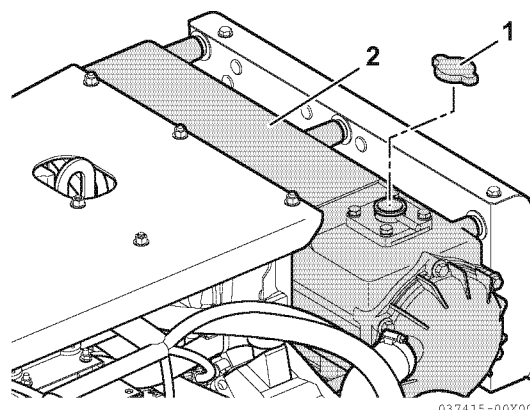

Figura 6
2. Afloje el tapón de llenado (1, **Figura 6**) del depósito de refrigerante para reducir la presión, a continuación, retire el tapón de llenado.
3. Vierta el refrigerante lentamente en el depósito del refrigerante (2, **Figura 6**) para evitar que se formen burbujas de aire. Deténgase cuando el refrigerante rebose por la boca de llenado.